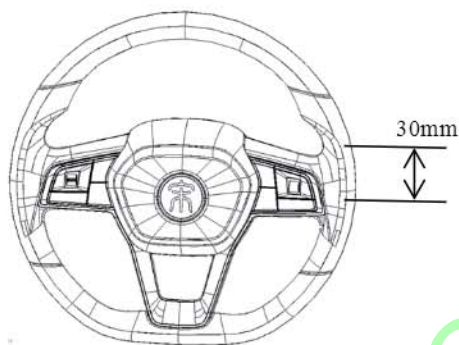

图 3-7 转向盘自由行程检查
- 2) 向左或向右轻轻转动转向盘，检查转向盘的自由行程。如图3-7所示，转向盘最大自由行程不大于30mm。如果自由行程超过最大值，需检查转向系统。